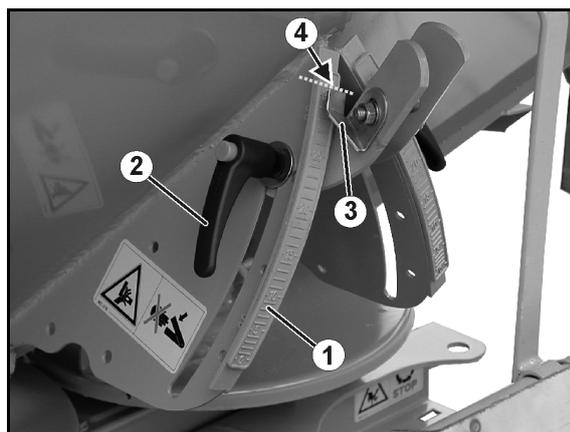

図 61
2. クランプレバー (図 61/2) を解除します。
3. 目盛り (図 61/1) において、散布表に記載されていた、あるいはキャリブレーション装置で検出したシャッター位置用の目盛り値を探してください。
4. 表示器 (図 61/3) の読み取りエッジ (図 61/4) を目盛りの値に設定してください。
5. クランプレバー (図 61/2) を再びしっかり締め付けてください。